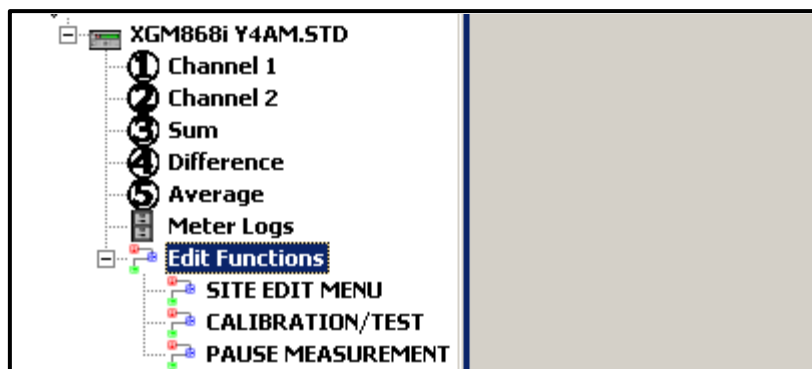

Figura 9: Menús de la opción *Editar funciones*
4. Expanda la opción *Editar Funciones*. Aparecerá una ventana similar a la que se muestra en la Figura 9.